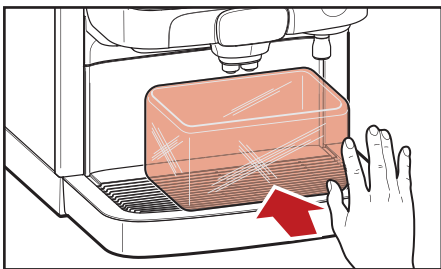

Fig. 5.5 - Placér beholder
7. Anbring en beholder under drikkevare- og varmtvandsudgang (fig. 5.5)